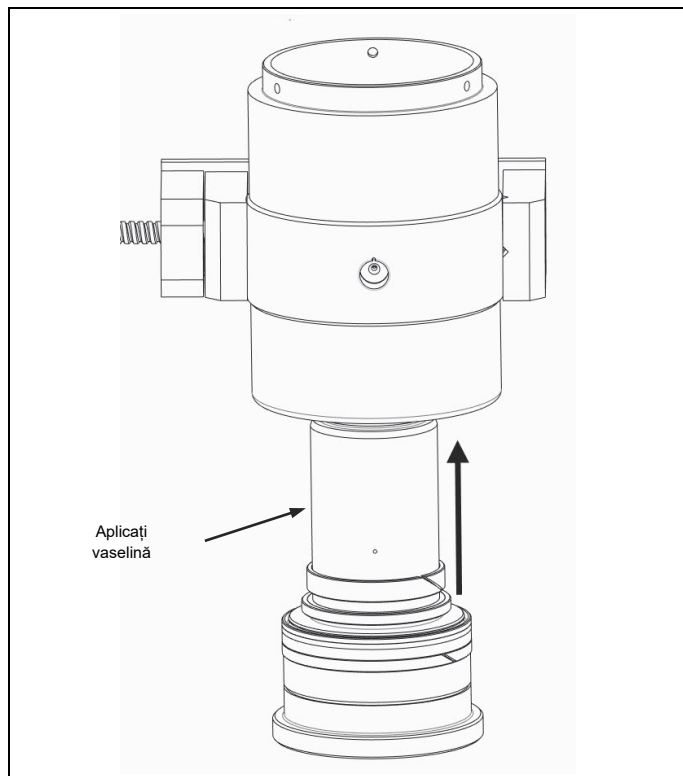

Fig. 4.7 Aplicați vaselină și instalați pistonul
a) Atunci când glisați ansamblul pistonului în corp, aveți grijă să nu deteriorați suprafețele interne. (Fig. 4.7)